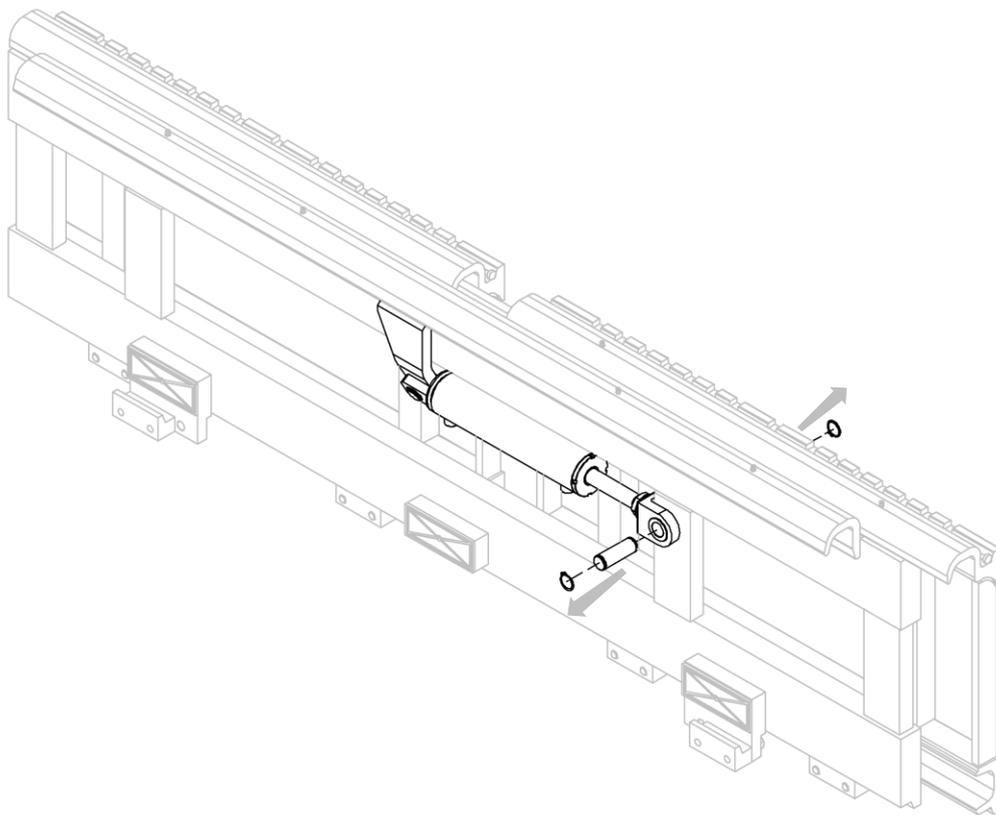

Figura 2
4. Rimuovere il perno, con gli appositi anelli elastici, che vincola il cilindro traslatore della struttura posteriore, e quindi anche il relativo doppio gancio, alla struttura dell'attrezzatura (vedi *Figura 2*).